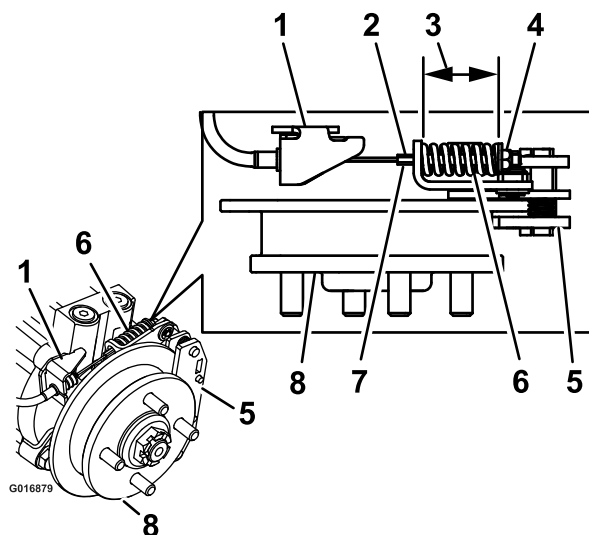

Figura 71
9. Trattenete l'estremità dell'asta filettata con un attrezzo e regolate il dado di bloccaggio in modo che la lunghezza della molla sia compresa tra 3,8 e 4,0 cm; fate riferimento a Figura 71. Non lasciate che il cavo giri mentre allentate i dadi.